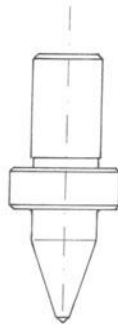

рис. 7b
6.2 Короткие (short) сверла Flowdrill (рис. 7b)